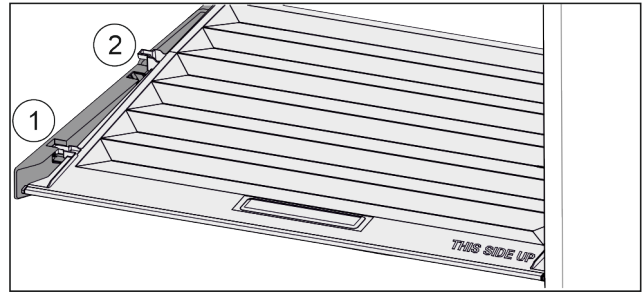

Fig. 42
- ▶ Кришку до отвору в деталях для підтримки потягнути вперед Fig. 42 (1).
- ▶ Підняти ззаду знизу та вийняти Fig. 42 (2) вгору.